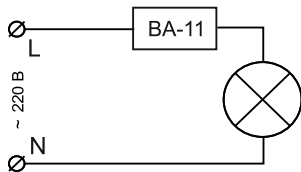

Рисунок 1: Схема подключения
- 5.2. Подключение изделия осуществляется в соответствии со схемой подключения (рис. 1).